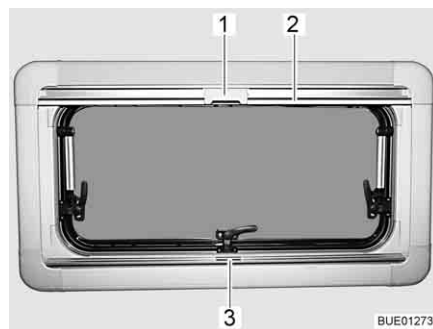
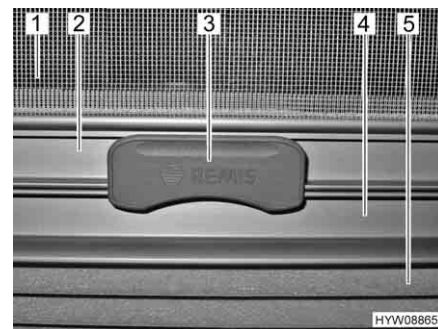

Fig. 38 Finestra apribile
Fig. 39 Aggancio
La tendina oscurante pieghevole (Fig. 39,5) è montata nella cassetta inferiore.
- Afferrare la tendina oscurante pieghevole per la parte centrale della barra di presa (Fig. 38,3 e Fig. 39,4), tirarla dal basso verso l'alto e rilasciarla nella posizione desiderata. La tendina oscurante pieghevole rimane in questa posizione.
**Zanzariera a rullo** La zanzariera a rullo (Fig. 39,1) è montata nella cassetta superiore.
- Tirare la zanzariera a rullo accompagnandola con la barra di presa (Fig. 38,2 e Fig. 39,2) verso il basso, fino a quando la barra di presa non arriva a contatto con la tendina oscurante pieghevole (Fig. 39,4).
- Bloccare l'aggancio (Fig. 38,1 e Fig. 39,3) della zanzariera a rullo nella barra di presa della tendina oscurante pieghevole. Se l'aggancio risulta bloccato, la tendina oscurante pieghevole e la zanzariera a rullo possono essere spostate insieme.
- Premere in alto l'aggancio (Fig. 39,3) sulla zanzariera a rullo.
- Ricodurre lentamente la zanzariera a rullo accompagnandola con la barra di presa (Fig. 38,2).